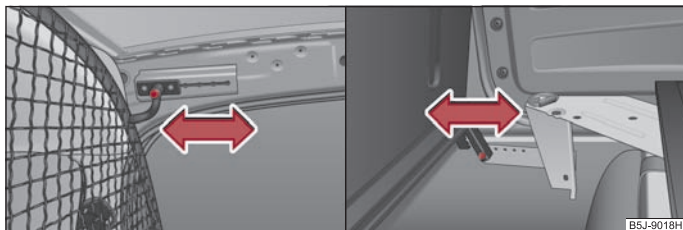

Abb. 176 Obere Aufnahme / untere Aufnahme der Sicherheitstrennwand
- Schrauben Sie auf jeder Seite im oberen Teil der Karosserie eine Schraube ⇒ Abb. 176 und im unteren Teil eine Schraube heraus ⇒ Abb. 176.